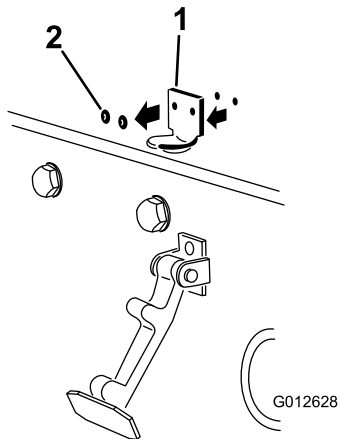

Bild 7
2. Entfernen Sie die Nieten (2), mit denen die Halterung des Motorhaubenriegels an der Motorhaube befestigt ist (Bild 7). Nehmen Sie die Halterung des Motorhaubenriegels von der Motorhaube ab.